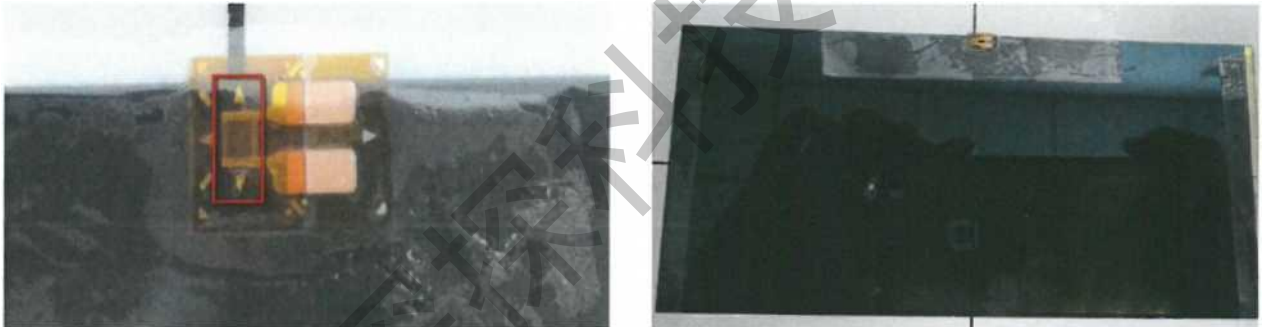

图 8 应变片三角对位示意图
4.1.1.7 根据应变片的三角形对位点在样品（被测物体上）的边缘按 A4 纸准备的中心线和 如图 8 示位置进行对位，并将应变片朝一个方向慢慢挤压贴在样品上，然后用拇指压合 >1min。